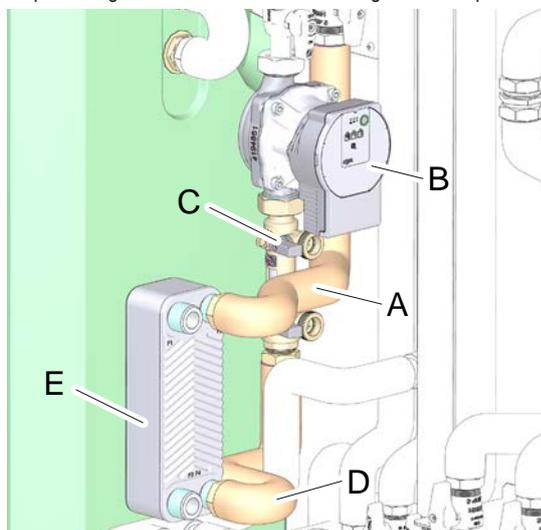
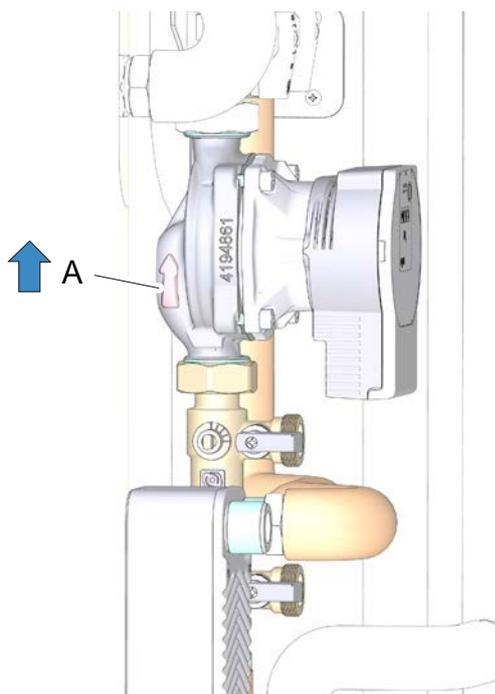
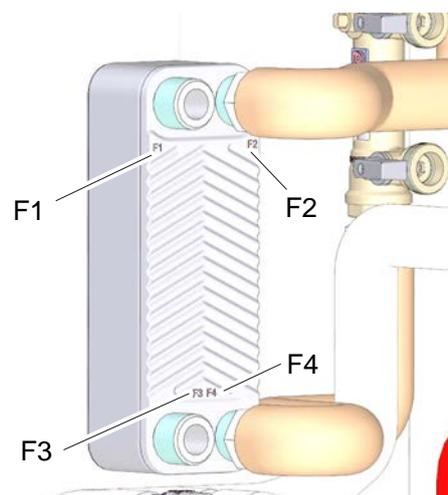

fig. 51 -
fig. 52 - dettaglio montaggio circolatore collettore solare
fig. 53 - dettaglio montaggio scambiatore a piastre
- tubazione cod. 3841T300 (part. A "fig. 51 -")
- circolatore collettore solare PARA ST 15/6-72 (part. B "fig. 51 -"). Vedi anche "fig. 52 - dettaglio montaggio circolatore collettore solare".
- limitatore di portata collettore solare (part. C "fig. 51 -")
- tubazione cod. 3841T320 (part. D "fig. 51 -")
- scambiatore a piastre (part. E "fig. 51 -"). Vedi anche "fig. 53 - dettaglio montaggio scambiatore a piastre".